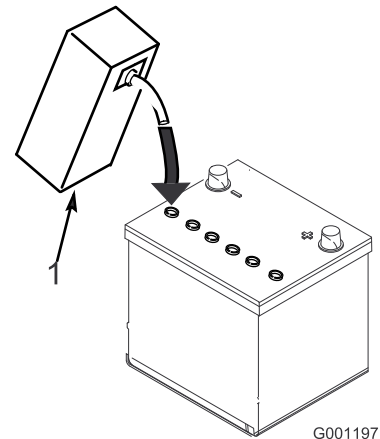

Figura 7
- Llene cuidadosamente cada celda con electrolito hasta que las placas estén cubiertas de 6 mm aproximadamente de fluido (Figura 7).
4. Espere aproximadamente 20–30 minutos para que el electrolito penetre en las placas. Rellene según sea necesario para que el electrolito llegue a una distancia de 6 mm aproximadamente del fondo del hueco de llenado (Figura 7).